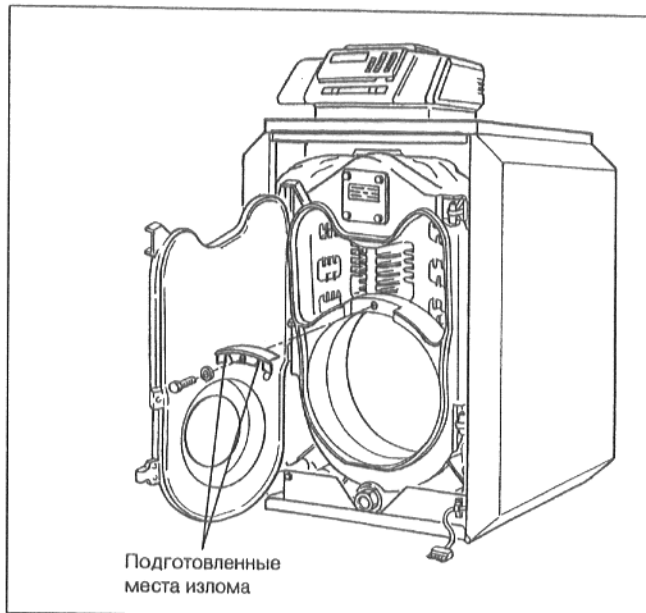

рис. 40
- Уложить заслонку отходящего газа на подставку таким образом, чтобы подготовленные места излома находились с вогнутой стороны (рис. 40).